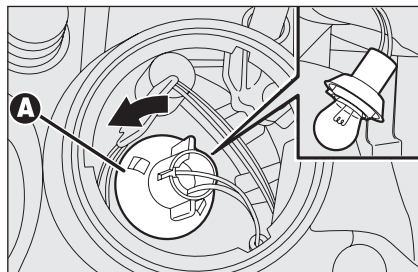

fig. 28
- ☐ gire hacia la izquierda el portalámparas **A-fig. 28**, saque la lámpara y sustitúyala;